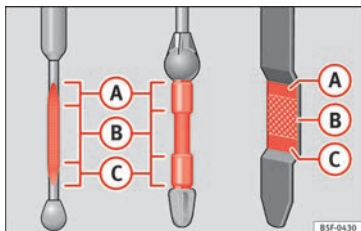

Bild 147 Mätsticka för motorolja.
- Dra sedan ut den igen och kontrollera oljenivån » **bild 147**. Fyll på motorolja vid behov.